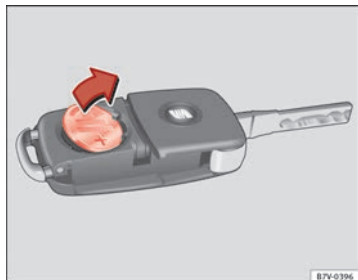

Fig. 16 Clé du véhicule : retirer la pile.
- Retirez la pile du compartiment à l'aide d'un objet fin approprié ⇒ fig. 16.
- Placez la pile neuve dans le compartiment, en appuyant comme indiqué ⇒ fig. 16, dans le sens contraire de la flèche ⇒ ②.